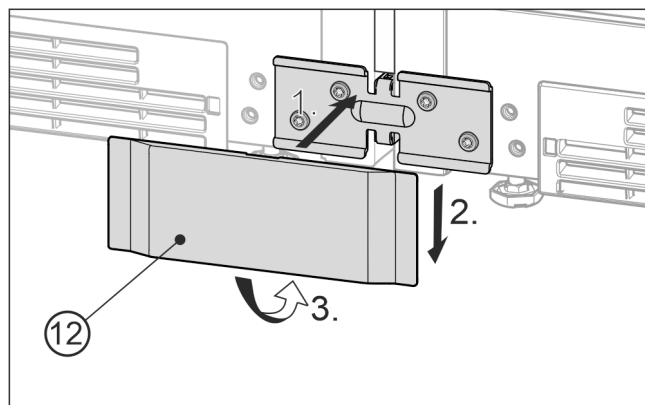

Fig. 24 Zobrazení příkladu
- ▶ Dolní kryt Fig. 24 (12) nasadíte zředu na úhelník Fig. 24 (1), zasuňte dolů Fig. 24 (2) a dole zatlačte do západek Fig. 24 (3).